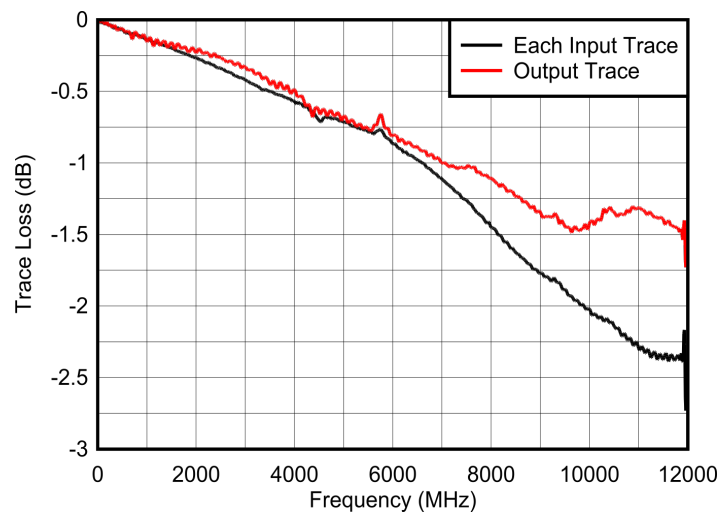

图 3-2. PCB 布线损耗与频率的关系
4. 考虑器件输入和输出端的电路板布线损耗，以便实现准确的增益测量。图 3-2 展示了在代表性 EVM 上测得的参考输入和输出布线损耗。